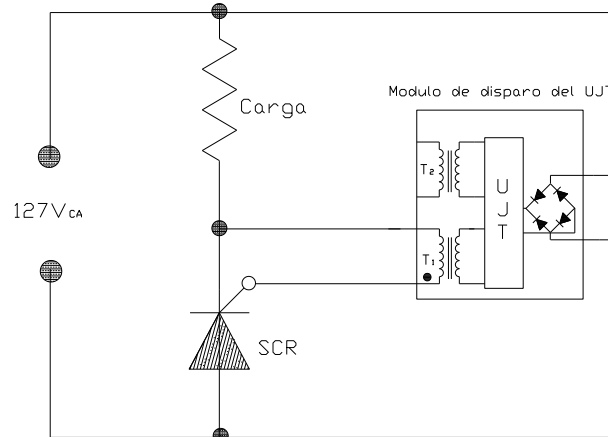

figura 5.5: Circuito de un rectificador monofásico de media onda con SCR
6. Mediante el módulo de rectificación universal y un módulo de disparo *UJT* arme el circuito de control de la figura 5.5.